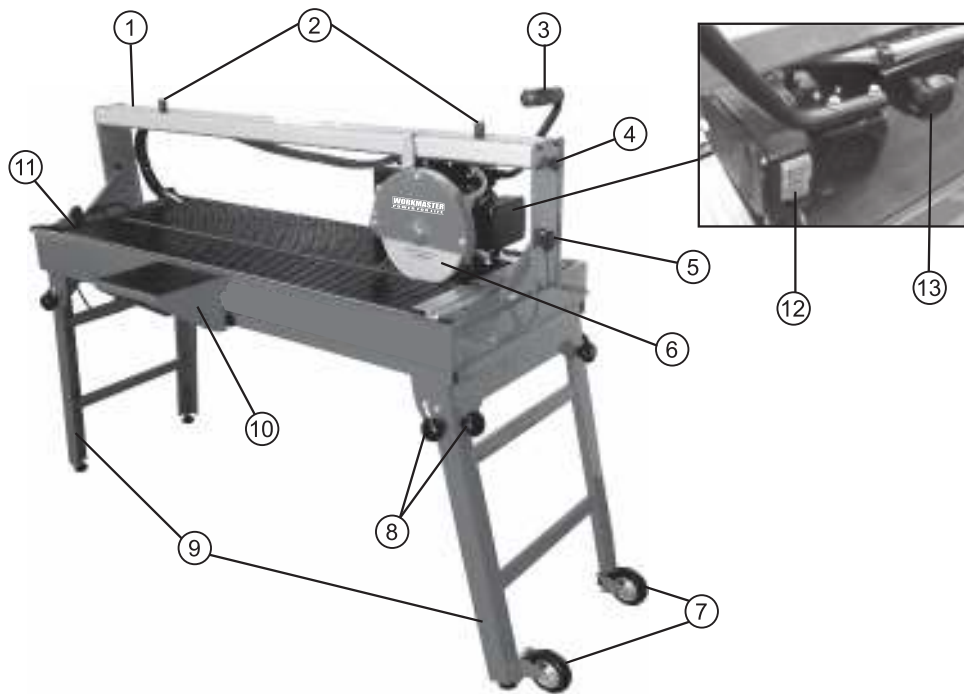

Рис. 1
2. Ослабьте винт фиксации глубины реза (рис. 1, поз. 13)